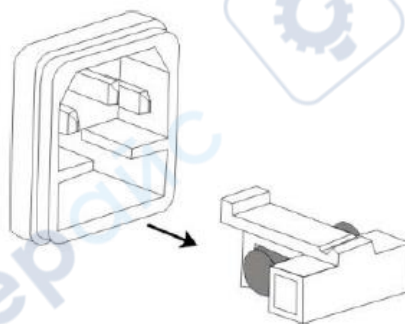

Рисунок 2
(2) Замените предохранитель. См. рис. 2.